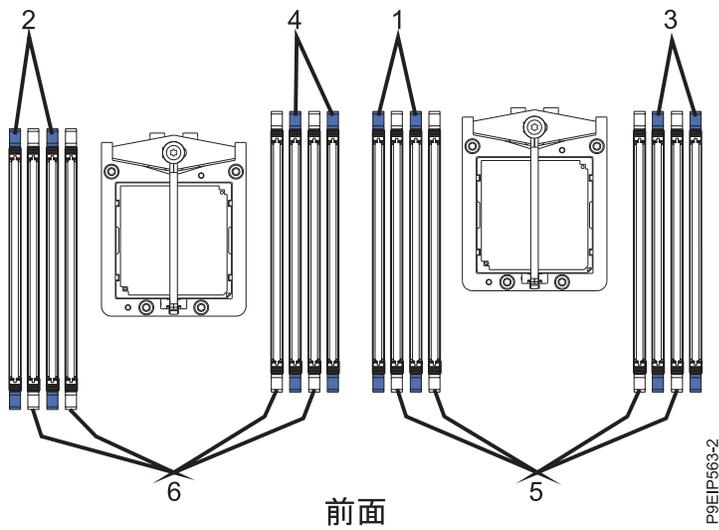

図 13. 2 プロセッサのメモリー差し込み順序
- 2 プロセッサ・システムの場合は、表 2 および 19 ページの図 13 を使用して、メモリー配置を確認してください。